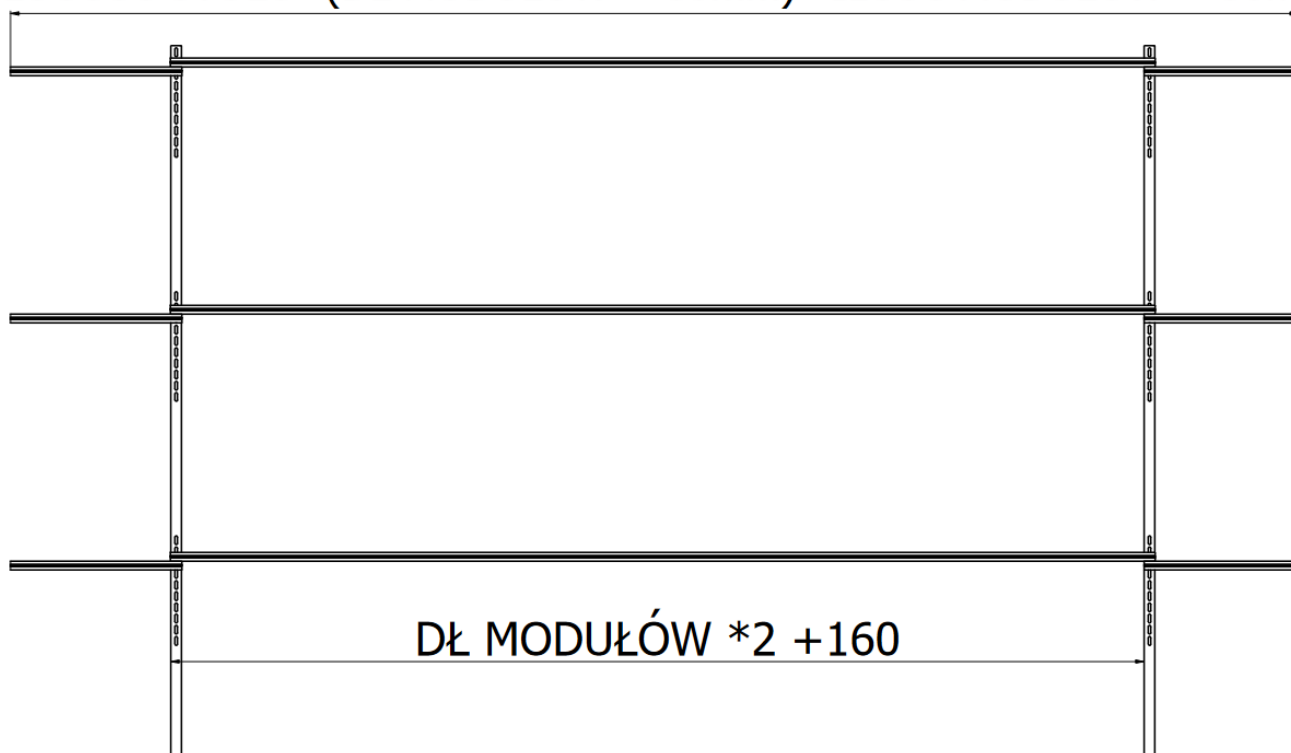

RYS. 1 Przekrój podpory wbijanej w grunt
1. Do montażu konstrukcji poprzez wbijanie konieczne jest posiadanie odpowiednich maszyn np.: kafar lub koparka z odpowiednim adapterem o przekroju profili nośnych – rys.1.
6. Podpory muszą być wbite na głębokość min. 1300mm. Przy wbijaniu podpór użyj przekładki, najlepiej w postaci dedykowanego adaptera odpowiedniego do jej przekroju – rys.1, zabrania się bezpośredniego kontaktu z wbijanym elementem. Zapobiegnie to uszkodzeniu mechanicznemu i zderciu powłoki antykorozyjnej z podpór. W trakcie wbijania należy kontrolować ich pionowe położenie.